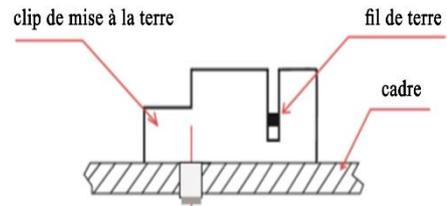

FIGURE 2
- Comme le montre la figure 2, l'ensemble du clip de mise à la terre se compose d'un curseur, d'une base et d'une vis autotaraudeuse à filetage captif ou d'une vis 8-32 et d'un écrou hexagonal. Le clip de mise à la terre accepte les fils de cuivre solides non isolés de calibre 10 ou 12 AWG.